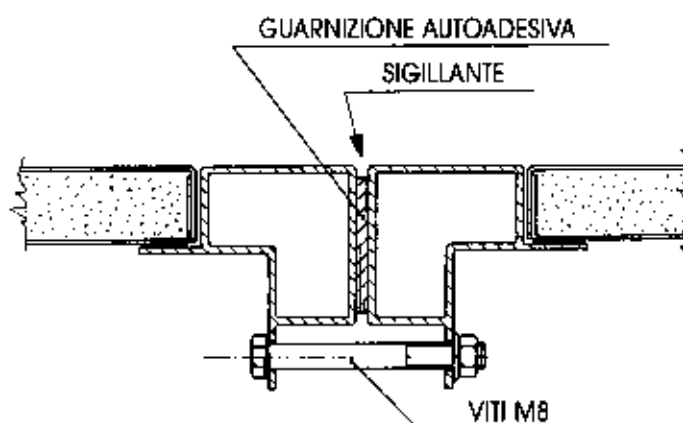

Fig. 4
- c) Accoppiare le sezioni attraverso i fori praticati nel profilato, usando le viti M8 in dotazione, e serrarle, in modo moderato e graduale, su tutto il perimetro (coppia di serraggio 8-12 Nm / 0,8-1,2 kgm) sino a che la guarnizione sul profilato sia compressa in modo uniforme (Fig. 4).